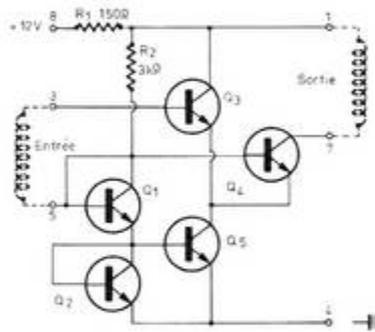

FIG. 2
FIG. 2 bis
- Le schéma de l'amplificateur F_1 est indiqué par la figure 2, les quatre circuits intégrés étant remplacés par des triangles avec une numérotation correspondant à leurs fils de sortie.